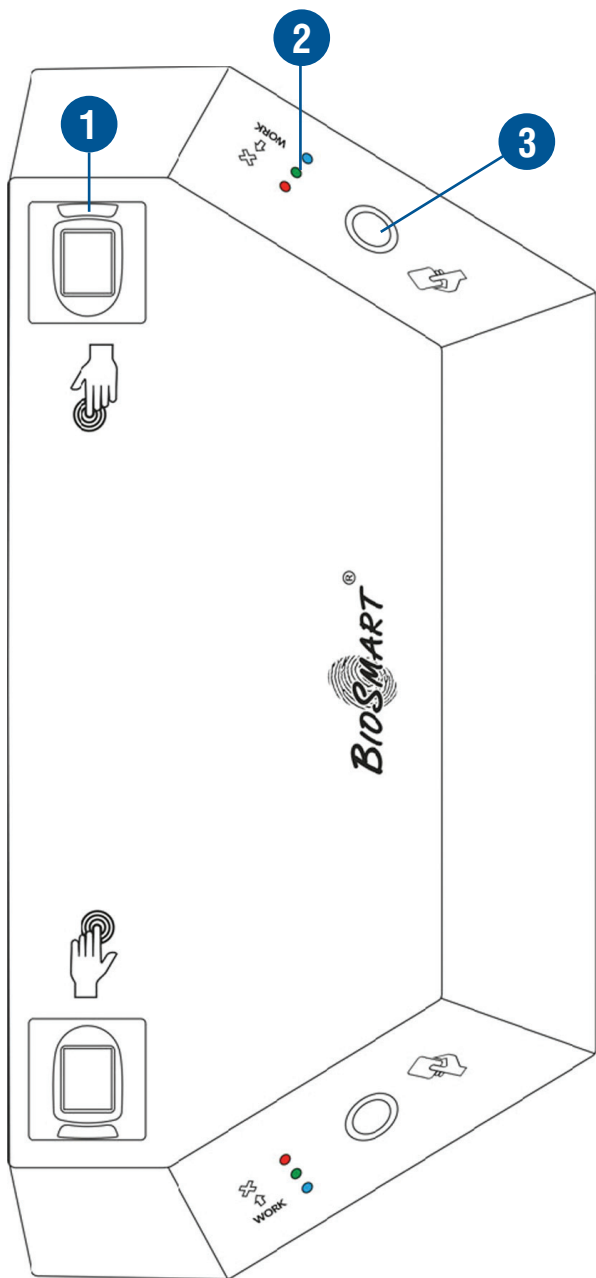

Рисунок 1. Внешний вид контроллера.
Контроллер представляет собой металлический корпус, устанавливаемый на крышку турникета. В корпус контроллера встроены два контроллера «Biosmart 4», биометрические сканеры которых (1) расположены на верхней стенке. Светодиоды, выполняющие индикацию работы контроллера (2) и считыватели Proximity карт стандарта EM marine (3) расположены на боковых стенках контроллера (рисунок 1).